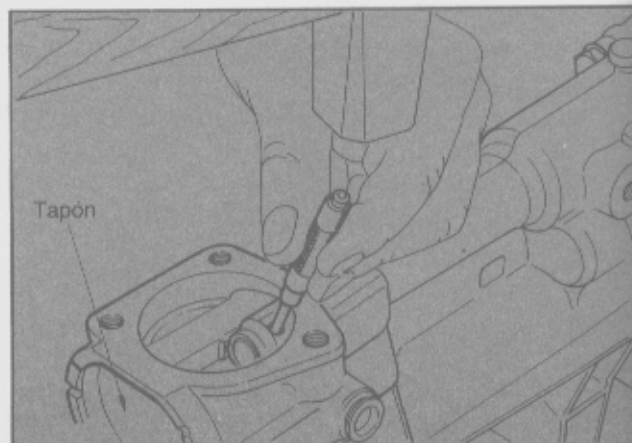

Fig. 15 - Extracción de la espiga elástica.
- Desmontar el conector de la palanca de cambios de la varilla. Para ello retirar el tapón, haciendo palanca desde el interior de la caja, y mediante una pinza adecuada colocar el conector en la posición de retroceso. Luego extraer la espiga elástica (Fig. 15).
- Retirar los tornillos (6) de sujeción y extraer la extensión, de la carcasa, deslizándola hacia atrás.